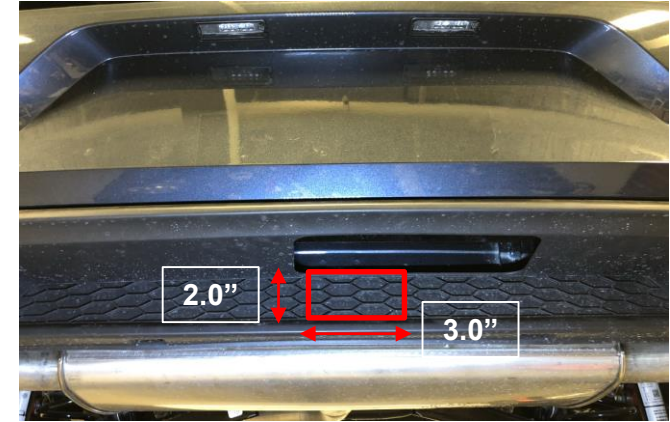

Figura 2
- Recortar la fascia del parachoques:** Localizar la abertura en la fascia inferior y recortar el área como se muestra en la **Figura 2**.